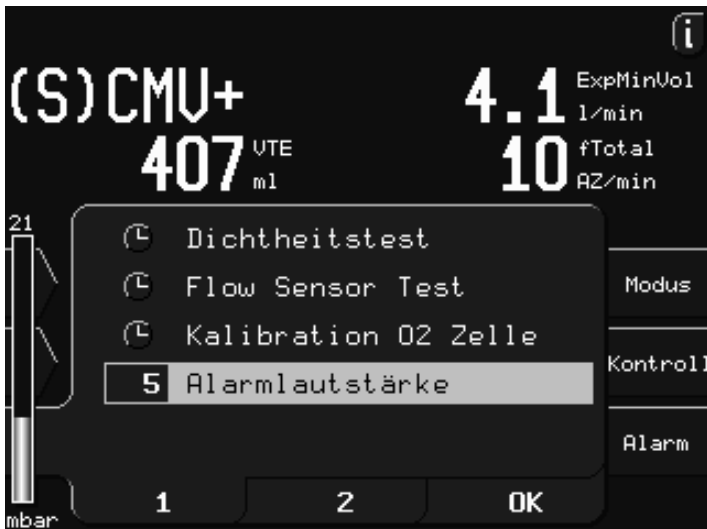

Abbildung 3-4. Einstellen der Alarmlautstärke
1. Aktivieren Sie **Alarmlautstärke** im Fenster Hilfsmittel 1 (Abbildung 3-4).